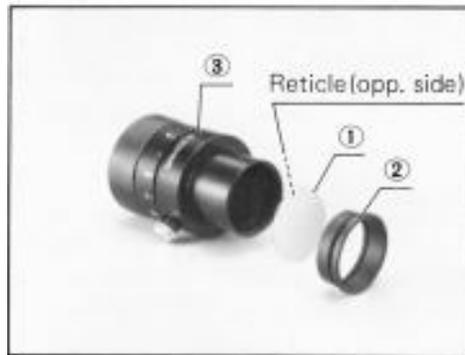

Figura 43: Colocación de retícula.
1. Asegurarse de que la retícula esté limpia, luego insertar en el anillo, con las líneas cruzadas grabadas hacia arriba, como se muestra en la figura 43.